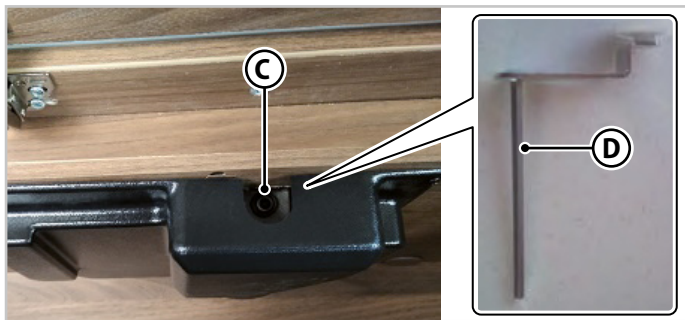

Fig.6.16 - Elektrisk sängupplåsning typ A
2. På framsidan av motorn sätter du in nyckeln (**D**-Fig.6.16) inuti skruven (**C**-Fig.6.16) för manuell hantering.